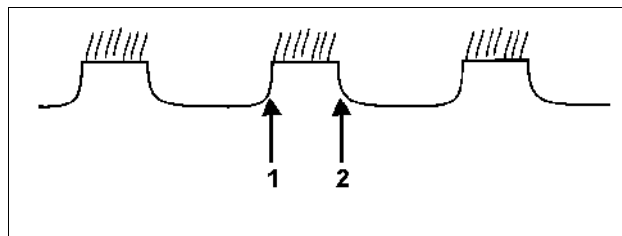

Fig. 31
- Still 1. skålsrekke mot høyre og kontroller på nytt (Fig. 31):